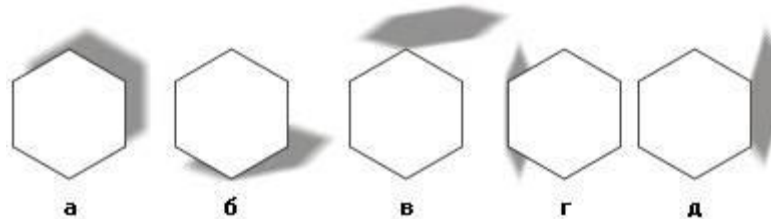

Рисунок 15.4 – Типи перспективи при побудові тіні: плоский (а), знизу (б), зверху (в), ліворуч (г), праворуч (д)
2. Виберіть тип перспективи для побудови тіні (рис. 15.4), встановивши покажчик інструменту на наступну точку об'єкту: